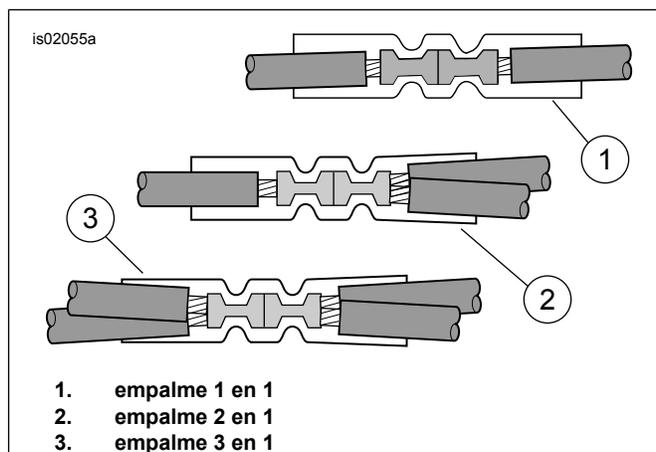

Figura 6. Configuraciones de empalmes
- Vea Figura 16. Obtenga del kit un conector de empalme sellado (3). Vea Figura 6, la configuración de empalme 2 en 1. Empalme el cable de alimentación del arnés de cables Zumo a los cables naranja/blanco del arnés principal, según las instrucciones en el apéndice del manual de servicio.
6. Vea la Figura 16. Obtenga del kit el conector de empalme sellado azul (17). Consulte Figura 6, la configuración de empalme 2 en 1. Empalme el cable de alimentación del arnés de cables Zumo al cable del adaptador, según las instrucciones en el apéndice del manual de servicio.
3. Vea Figura 16. Obtenga del kit el conector de empalme sellado azul (17). Consulte Figura 6, la configuración de empalme 2 en 1. Empalme el cable de alimentación del arnés de cables Zumo a los cables naranja/blanco cortados, según las instrucciones en el apéndice del manual de servicio.
6. Vea Figura 16. Obtenga del kit el conector de empalme sellado azul (17). Consulte Figura 6, la configuración de empalme 1 en 1. Empalme el cable de alimentación del arnés de cables Zumo al cable del adaptador, según las instrucciones en el apéndice del manual de servicio.
3. Vea Figura 16. Obtenga del kit el conector de empalme sellado azul (17). Consulte Figura 6, la configuración de empalme 2 en 1. Empalme el cable de alimentación del arnés de cables Zumo a los cables naranja/blanco del arnés principal, según las instrucciones en el apéndice del manual de servicio.
4. Instale el fusible de 2 A (18) del kit en la cavidad del fusible para completar el circuito.